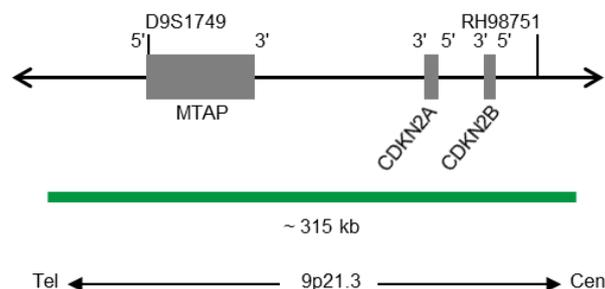

Abb. 1: SPEC CDKN2A Sondenlokalisation (nicht maßstabsgetreu)
- Digoxigenin-markierten Polynukleotiden (~1,1 ng/μl), die gegen Sequenzen in 9p21.3* (chr9:21,742,629-22,056,853) gerichtet sind, welche die CDKN2A-Genregion enthalten (siehe Abb. 1).